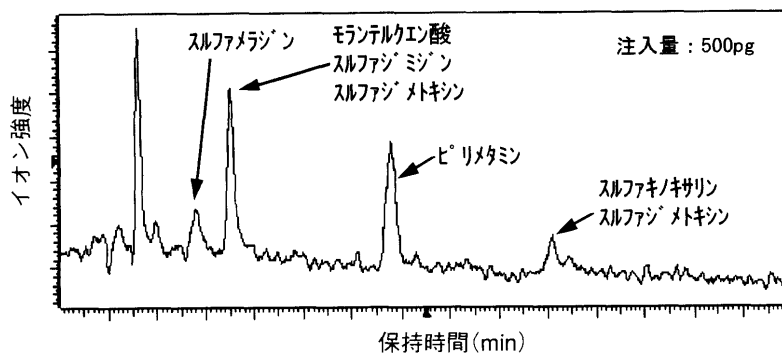

図6 セミマイクロAPCIによる合成抗菌剤の分析(TIC)
④セミマイクロAPCIでの抗菌剤の一斉分析例である(図6)。TICが高感度で得られている。
⑤ESIで、イミプラミン(三環系抗うつ剤)の定量評価を行